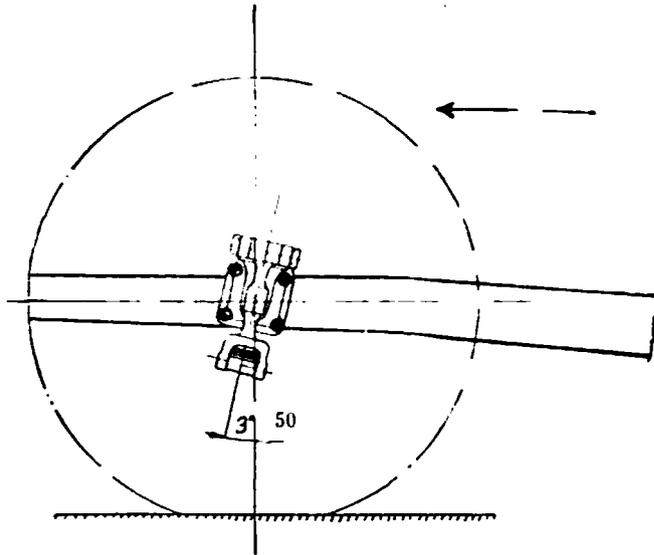

Abb. 3. Nachlauf des Achsschenkels
- d) Nachlauf: Neben der oben angeführten Spreizung sind die Achsschenkelbolzen mit ihrem oberen Ende in Richtung nach rückwärts geneigt (Abb. 3).